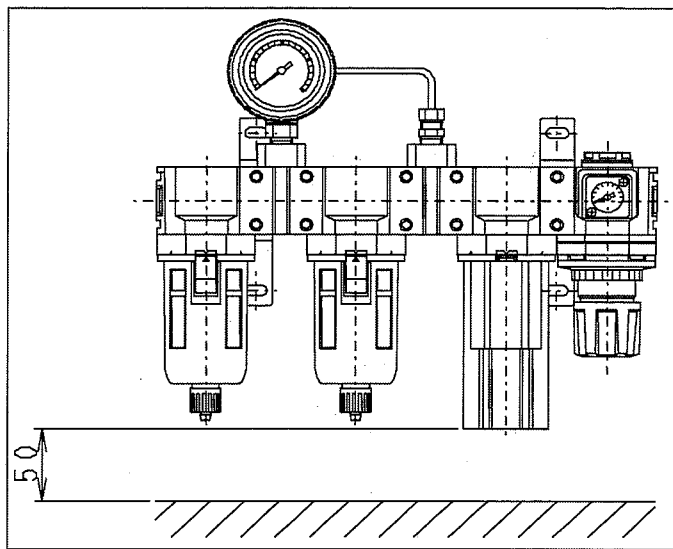

图 6
- 4) 请在下部留出 50mm 以上的空间，以便分解清扫之际能够拆卸部件。（参照图 6）